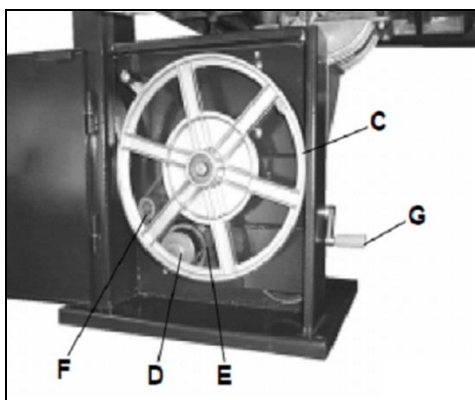

Fig 28
L'enrouleur inférieur de la bande (C, Fig 28) dispose de 2 poulies en poly-V, le moteur dispose d'une poulie jumelle en poly-V (D).